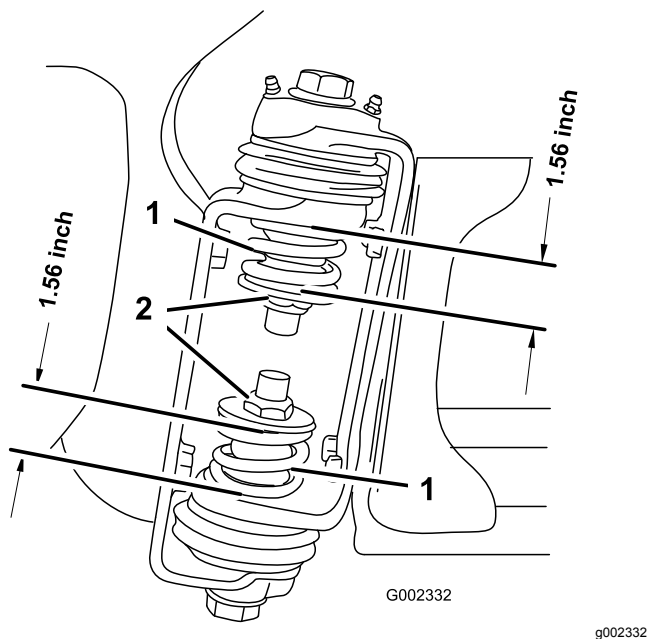

Bild 3
3. Messen Sie am Gelenk des Auslegers die Komprimierung der oberen und unteren Federn, wenn die Ausleger ausgefahren sind (**Bild 3**).